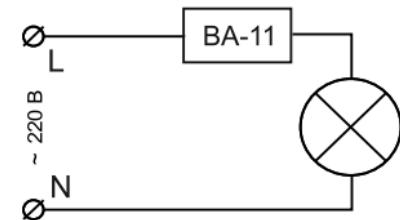

Рисунок 1: Схема подключения
**5.2.** Подключение изделия осуществляется в соответствии со схемой подключения (рис. 1).